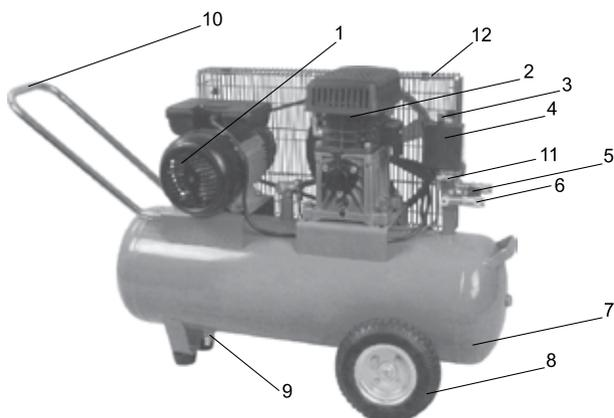
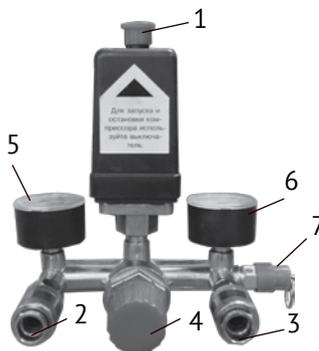

рис. 1
рис. 2
4.1 Общий вид компрессора схематично представлен на рис.1
4.2 Картер компрессорной группы (рис.1 поз.2) и двигатель закреплены на металлическом корпусе ресивера (рис.1 поз.7). Вращение с якоря двигателя шкивами и клиновым ремнём передаётся на коленчатый вал компрессорной группы. Вращение коленчатого вала преобразуется кривошипно-шатунным механизмом в возвратно-поступательное движение поршней. Два цилиндра с V-образным расположением, смонтированы на картере. Воздух, через воздушные фильтры (по фильтру на цилиндр) подаётся во впускные клапаны цилиндров. Сжатый воздух из выпускных клапанов цилиндров подаётся в ресивер. При подключении к быстроразъёмным выходным штуцерам (рис.1 поз.6) коллектора пневмоинструмента, сжатый воздух подаётся к инструменту. Выходное давление в штуцере регулируется редуктором (рис.2 поз.4) и контролируется манометром.
- приводной ремень компрессора, при работе, обязательно должен быть закрыт защитной решёткой (рис.1 поз.12);
При подключении компрессора к сети питания, убедитесь что, выключатель реле давления (рис.2 поз.1) находится в позиции «Выкл», положение «Отжато». Запустите компрессор, переведя выключатель в позицию «Вкл», положение «Нажато». Для обеспечения хорошей работы компрессора при первом запуске рекомендуется оставить компрессор работающим в течение 5 - 8 минут с полностью открытым выходным штуцером (рис.2 поз.3) и редуктором (рис.2 поз.4), после чего откройте вентиль слива конденсата (рис.1 поз.9), находящийся снизу ресивера и слейте конденсат. После первых 5-ти часов работы компрессора проверьте крепление винтов головки цилиндра и защитного кожуха ремня (рис.1 поз.12).
Компрессор имеет два выходных штуцера оснащённых манометрами (рис.2 поз.5 и 6).
Давление в ресивере показывает манометр (рис.2 поз.6), в то время как манометр находящийся слева (рис.2 поз.5), показывает давление на выходе, которое может регулироваться с помощью редуктора (рис.2 поз.4). Выходной штуцер (рис.2 поз.3) выдаёт сжатый воздух с максимальным рабочим давлением (в ресивере), а выходной штуцер (рис.2 поз.2) выдаёт сжатый воздух с рабочим давлением, установленным с помощью редуктора (рис.2 поз.4).
Так же компрессор оснащён предохранительным клапаном (рис.2 поз.7) для ограничения максимального давления в ресивере.
7.3 По окончании работы полностью сбросьте давление, открыв выходной штуцер (рис.2 поз.2 и 3).